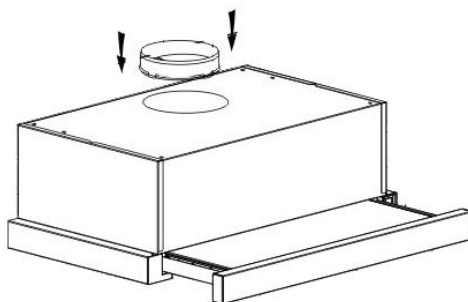

Imagen 7
2. Fije la válvula unidireccional en la salida de la campana extractora; instale el conducto de expansión en la válvula unidireccional y llévelo hacia el exterior. Véase Fig. 7.